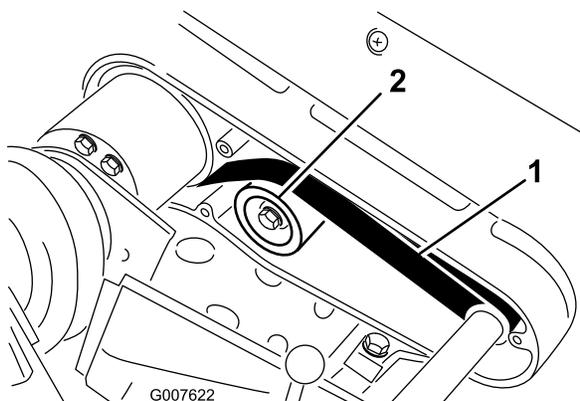

図 38
- プーリ間の中央部で（図 38）、は 22~26N 程度の力でベルトを指で押して点検する。ベルトのたわみが 6mm 程度あれば適正とする。
- アイドラプーリ固定ナットをゆるめ、プーリをベルトの背に押しつけて、適当な張りを出す（図 38）。